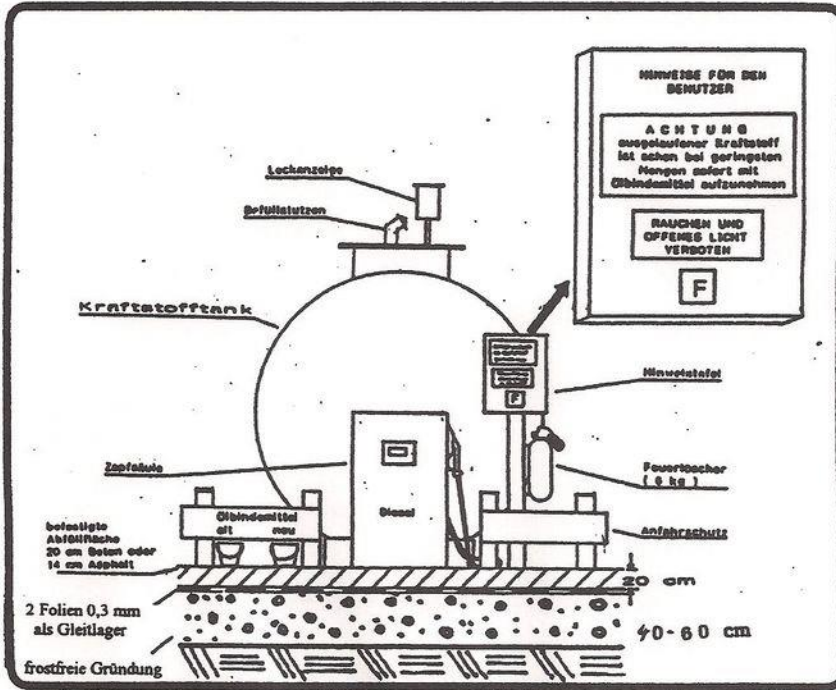

Abb. 1
- Lagerbehälter und Abgabeeinrichtungen müssen so aufgestellt sein, dass sie durch Fahrzeuge nicht beschädigt werden können (Anfahrerschutz). Als Anfahrerschutz eignen sich gebrauchte Leitplanken, stabile Rohre oder auch große Steine. Die Hauptsache ist, dass ein Fahrzeug nicht mit dem Tank in Berührung kommen kann (Abb. 1).
- Mittels augenfälliger Hinweistafeln ist auf die sofortige Aufnahme von Tropfmengen hinzuweisen (Abb. 1). Es wird empfohlen, direkt an der Tankstelle das Ölbindemittel in einem geschlossenen Behältnis, zusammen mit einem weiteren Behälter für gebrauchtes Bindemittel und den dazugehörigen Besen und Schaufel bereitzustellen (Abb. 1).